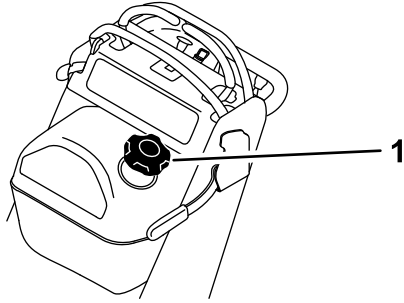

Figura 39
3. Pulite intorno al tappo del carburante per evitare che i detriti possano penetrare nel serbatoio (Figura 39).
6. Trasferite il carburante in una tanica pulita con la pompa a sifone (Figura 39).